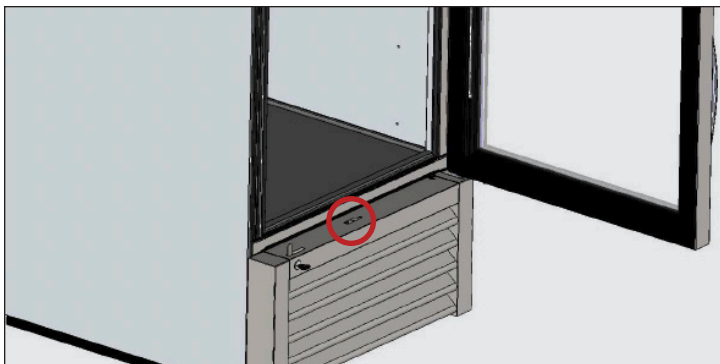

Рис. 1. Снять жалюзийную решетку с устройства.
2. Снять жалюзийную решетку с устройства. См. рис. 1.